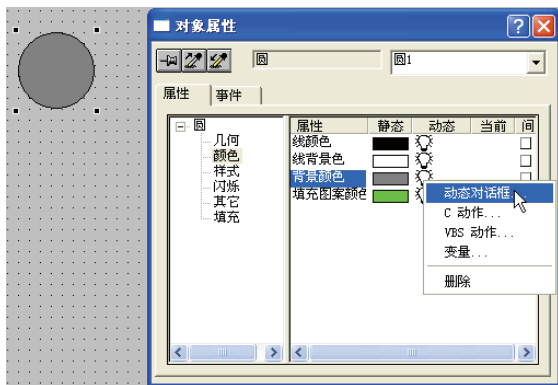
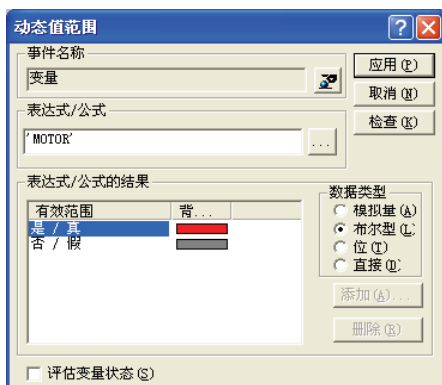
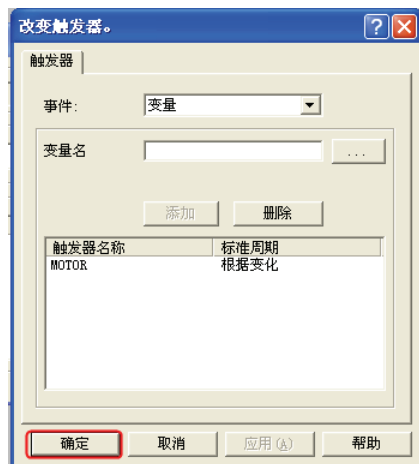

图 10-33 对象属性设置
图 10-34 “动态值范围”对话框
图 10-35 改变触发器
6) 动画链接。在图形编辑器中, 拖入一个圆, 选中此圆并双击, 弹出“对象属性”对话框, 接着选中“效果”→“全局颜色方案, 把选项“是”改为“否”, 选择“背景颜色”, 右击右边的灯泡图标, 弹出快捷菜单, 如图 10-33 所示, 单击“动态对话框”, 弹出“动态值范围”对话框, 如图 10-34 所示, 单击按钮 , 弹出如图 10-35 所示的对话框, 将触发器改为“根据变化”, 将变量和“MOTOR”链接。